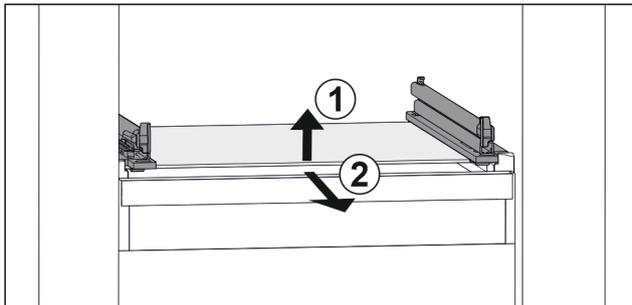

Fig. 74 Representación de la placa de vidrio a modo de ejemplo
- ▶ Levante la placa de vidrio por delante. Fig. 74 (1)
- ▶ Retire la placa de vidrio hacia delante. Fig. 74 (2)